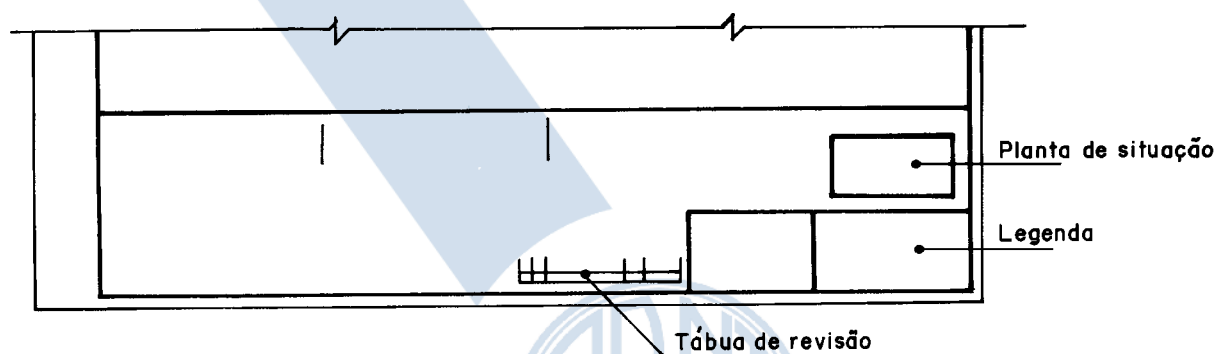

Figura 3
4.2.4 O espaço para texto é separado em colunas com larguras apropriadas de forma que possível, leve em consideração o dobramento da cópia do padrão de desenho, conforme formato A4 (ver Figura 3).